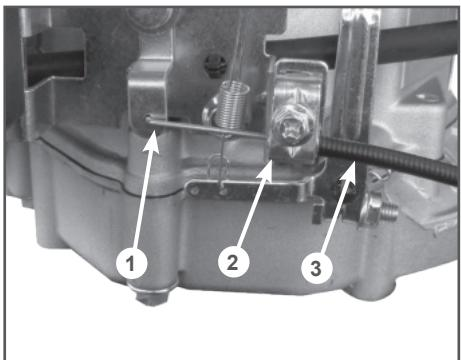

Рис. 6 Крепление троса газа
2. Вставьте Z-образный конец троса 1 в отверстие на рычаге управления оборотами двигателя, а оболочку троса 3 газа закрепите скобой крепления 2 (Рис. 6).
- Отрегулируйте трос газа изменением положения точки крепления оболочки 2 троса газа относительно скобы крепления (Рис. 6).